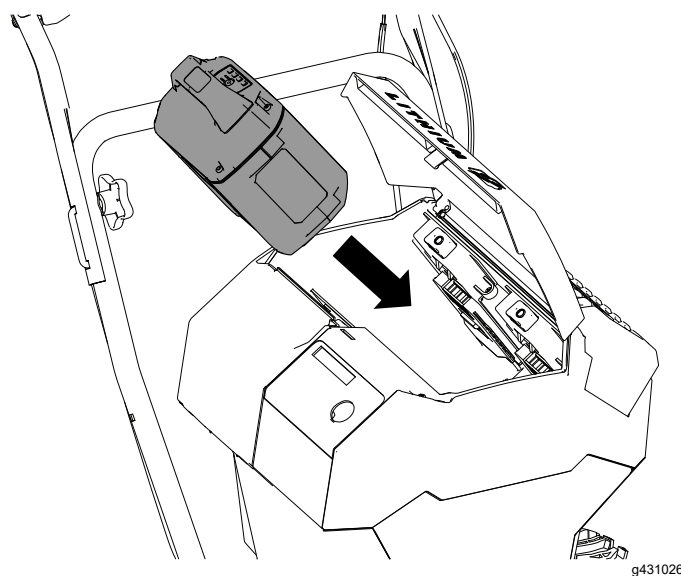

Figura 11
3. Alinee el hueco de la batería con la lengüeta de la máquina, e introduzca la batería en el compartimento hasta que se enganche en su sitio (Figura 11).